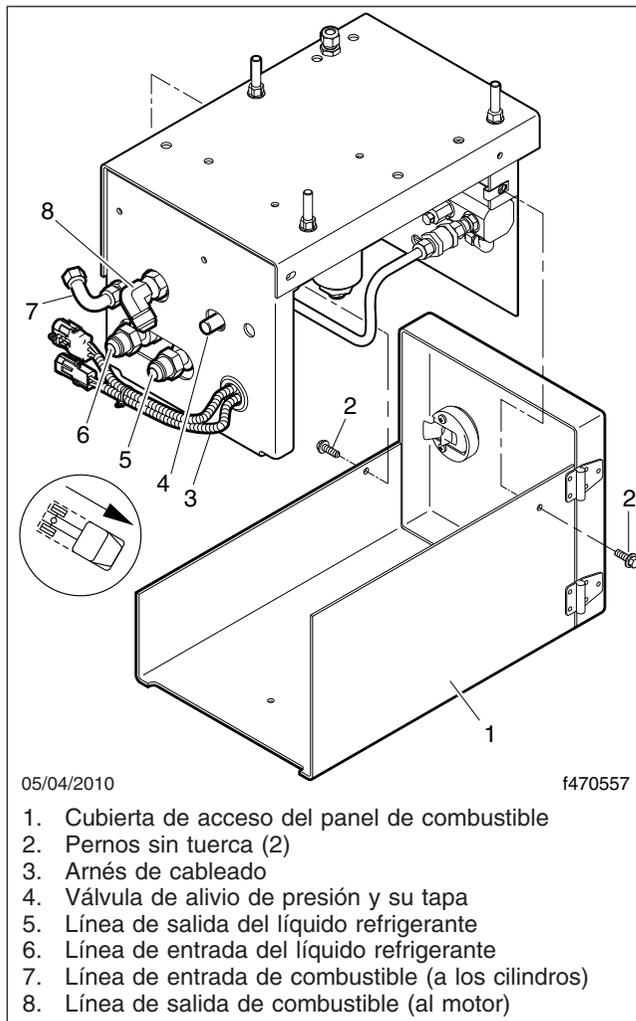

Figura 21.18, Ensamblaje del panel de combustible GNC
- 2.3 Quite los dos pernos sin tuerca que fijan la cubierta de acceso al panel de combustible, entonces retire la cubierta de acceso. Vea la **Figura 21.18**. Guarde los pernos sin tuerca para la instalación.